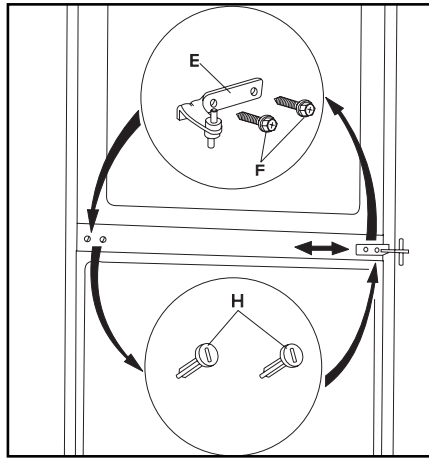

Abb.2
- Untere Tür vom mittleren Scharnier (E) abnehmen.
- Schrauben (F) am mittleren Scharnier herausdrehen und Scharnier (E) entfernen. (Abb.2)
- Die Blindstopfen (H) abschrauben und an gegenüberliegender Seite montieren. (Abb.2)
- Mittleres Scharnier (E) mit zwei Schrauben (F) an gegenüberliegender Seite montieren. (Abb.2)